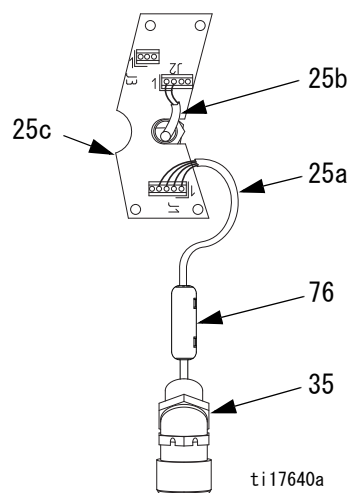

図 27. 回路基板接続
- a. 図 27 を参照してください。トランスデューサケーブル (25a) を回路基板 (25c) の J1 から取り外します。フェライト (76) を取り外して保持します。
- c. IS 回路フィールドワイヤを回路基板の J2 と J3 から、および 2 つの端子ブロックから取り外します (46)。位置センサーワイヤを 2 つの端子ブロックから取り外します。端子ブロックを保持します。
- e. 導電性張力緩和装置 (74a と 35) をギアハウジングからねじって外します。45° の張力緩和装置 (35) およびトランスデューサコンジットをギアハウジングから引き離します。トランスデューサをポンプの出力マニホールド から取り外さないでください。
- f. 位置センサーと接続部をギアハウジング (1) から取り外します。22 ページを参照してください。位置センサーアダプタ (78) から取り外します。これらの部品を交換してください。
11. ロックナット (15) をタイロッド (3) からねじって外します。液体セクション全体を取り外します。タイロッド (3) をギアハウジングからねじって外します。